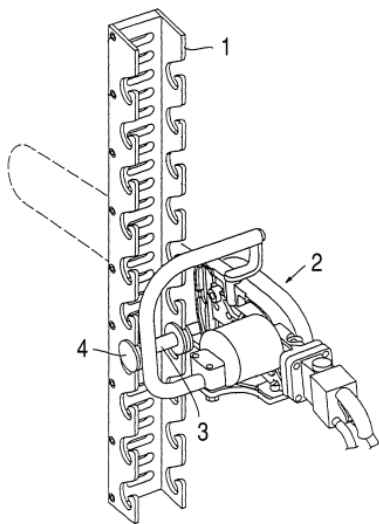

Рис.7
**Направляющая для установки цепной пилы** описана в европейском патенте EP1125707 (2001 г.). Направляющая 1 (рис.7) представляет собой вертикальную конструкцию с П-образным сечением. В ребрах конструкции сделаны парные вырезы для установки цепной пилы 2. Сама пила 2 имеет крепежный стержень 3 с направляющими роликами 4. Конфигурация вырезов такова, что рабочий, удерживая цепную пилу за ручку, вставляет направляющие ролики в вырезы и тем самым фиксирует положение пилы. При необходимости пила легко перемещается в новое положение.